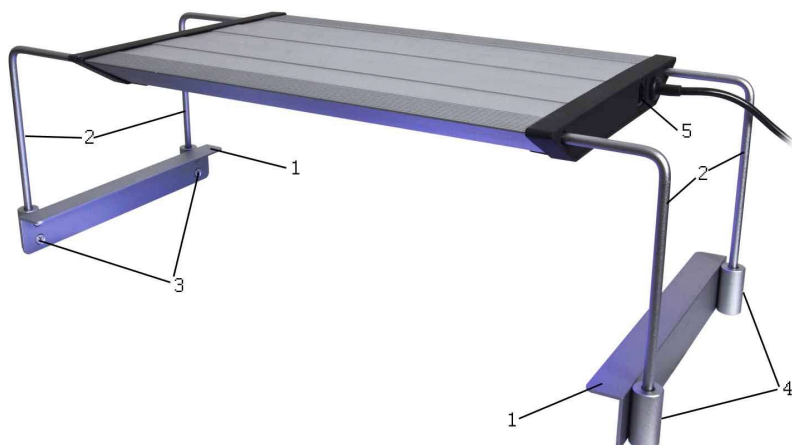

Fig. 2: aquarius plus incluso fissaggio
- Fissaggio all'acquario (fare riferimento alla Fig. 2)
Gli appoggi (Fig. 2, No. 2) vanno posizionati nelle guide della plafoniera **aquarius plus**. Quindi l'altezza richiesta è regolata con le viti a brugola nelle guide laterali (Fig. 2, No. 4). Inclusa c'è una chiave per chiudere le viti laterali. Il fissaggio (Fig. 2, No. 1) va montato sul lato frontale dell'acquario. La distanza desiderata si ottiene muovendo gli appoggi nei binari delle guide.